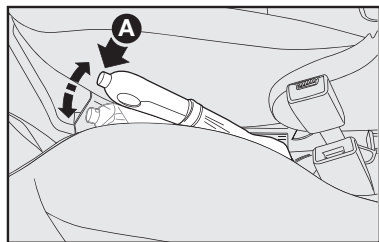

fig. 1
### FREIO DE MÃO - fig. 1
- 1) Levantar levemente a alavanca e apertar o botão de desengate **A-fig. 1**.